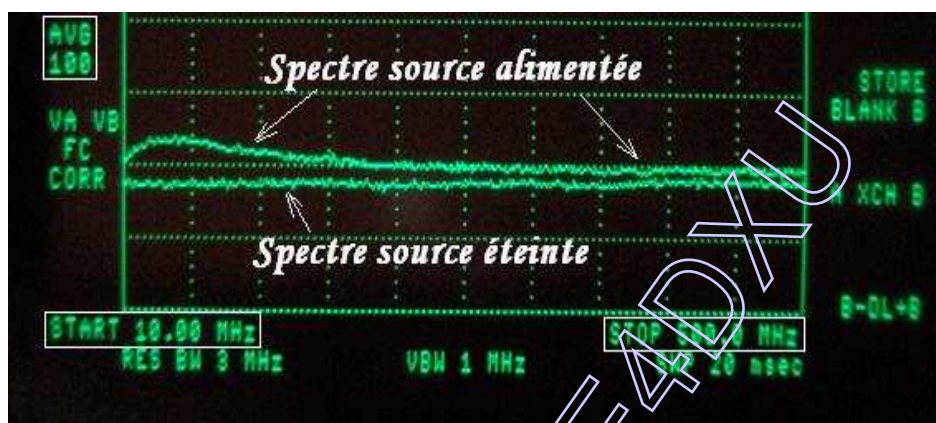

figure 3
L'image ci-dessous (figure 3) représente le spectre de la source alimentée (en haut) relativement au spectre de la source éteinte (en bas). Ils sont tous les deux moyennés (100) pour ne pas faire apparaître l'aspect chahuté du bruit. Aucune amplitude n'est reportée, c'est juste pour montrer l'allure et la bande passante de cette modeste source de bruit. On remarque que l'amplitude du bruit n'est pas constante sur toute la bande passante qui s'étant tout de même de 10 MHz à 500 MHz et couvre donc le domaine des VHF (2m / 6m) et UHF. Du bruit est encore présent jusqu'à 1 GHz. Il est possible de contourner le problème en s'intéressant uniquement aux portions du spectre qui nous concernent à savoir le 2m, le 6m, et éventuellement le 70 cms .